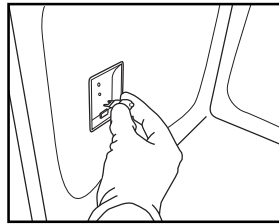

Abb. 8
4. Wechseln Sie die Glühlampe aus (bezüglich des Typs siehe nachstehenden Hinweis) (Abb. 8).